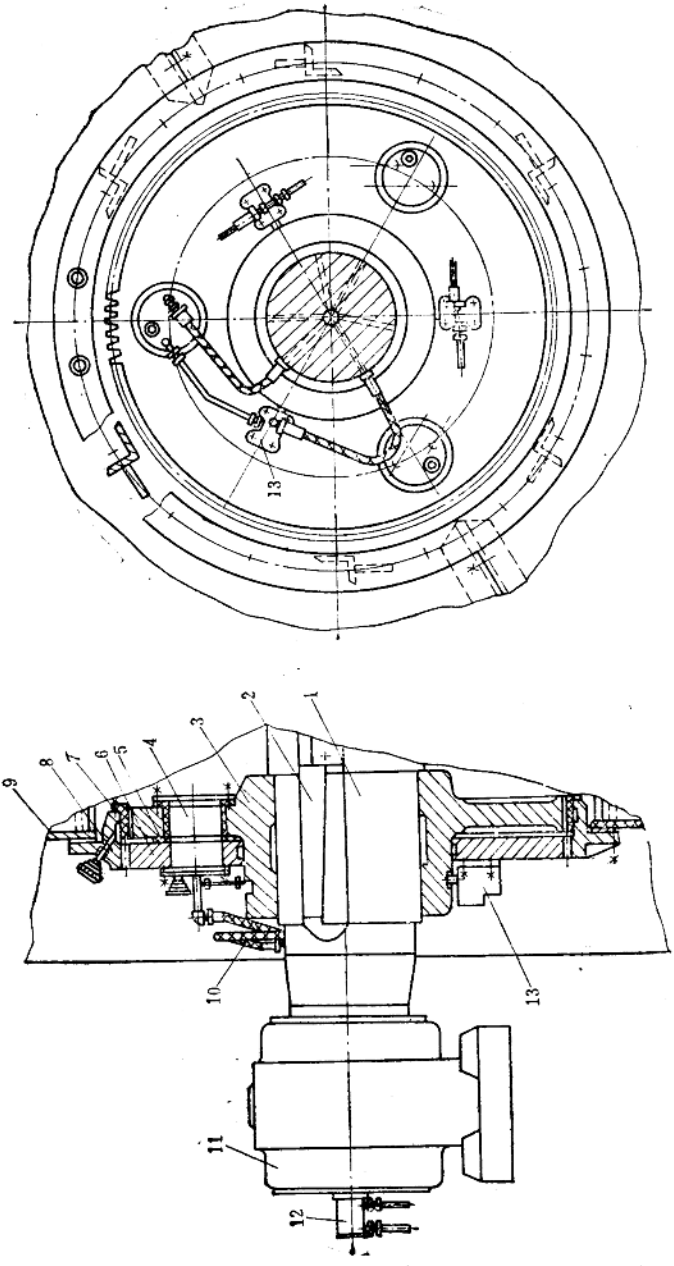

图 1-2 油压齿轮式快速绳调绳离合器结构图
**答** 齿轮离合器有油压和风压两种。现以油压齿轮式快速调绳离合器为例，其结构如图1-2所示：游动滚筒的外侧轮毅3通过键2与主轴1相连，在游动滚筒外侧轮毅上，沿圆周均布的三个孔中放入调绳油缸4，调绳油缸的另一端插在外齿轮6的孔中。当外齿轮6与固定在滚筒轮轂9上的内齿圈8相啮合时，调绳油缸便相当于三个销子将轮毅3与外齿轮6连接在一起，即能传递力矩。